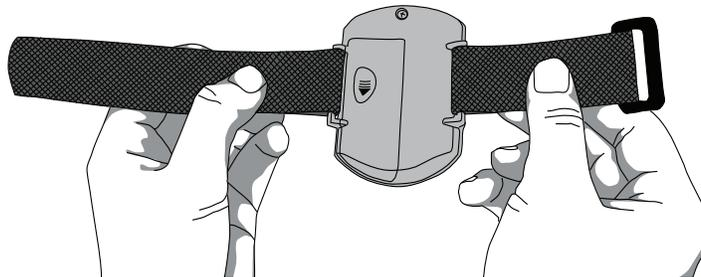

Figure 13: Vérification de la fixation du bracelet à deux parties
1. Vérifiez que la bande à anneau et la bande réglable ont été correctement fixées à l'appareil (figure 13). Si les bandes n'ont pas été attachées à l'appareil, reportez-vous aux sections « Fixation de la bande à anneau à l'appareil » et « Fixation de la bande réglable à l'appareil ».